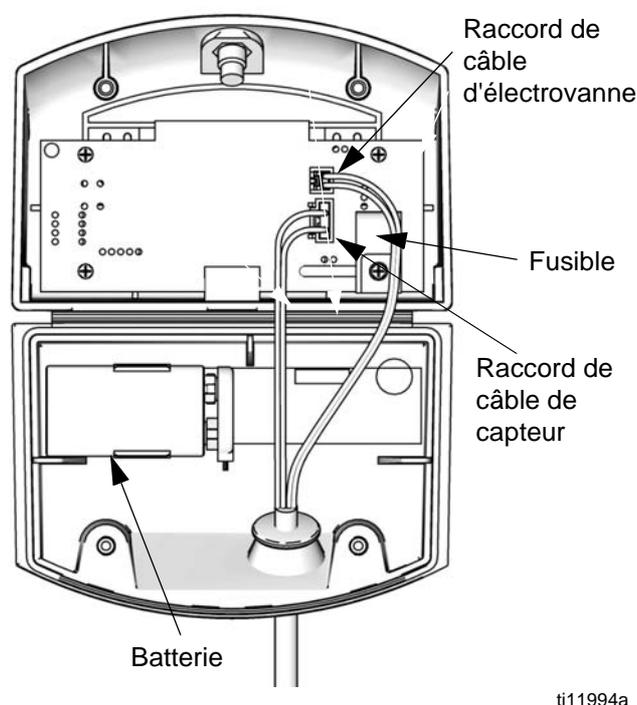

FIG. 18. Emplacement de la pile et du fusible du DataTrak
5. Déconnecter la pile usagée et la remplacer par une autre homologuée. Voir FIG. 18.